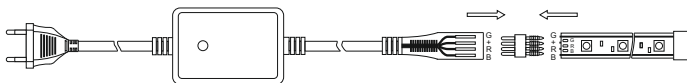

Рисунок 4
4.3 Подключение LED ИПСН 500 Вт 220 В 14 мм RGB IP65 производить следующим образом (рисунок 4):